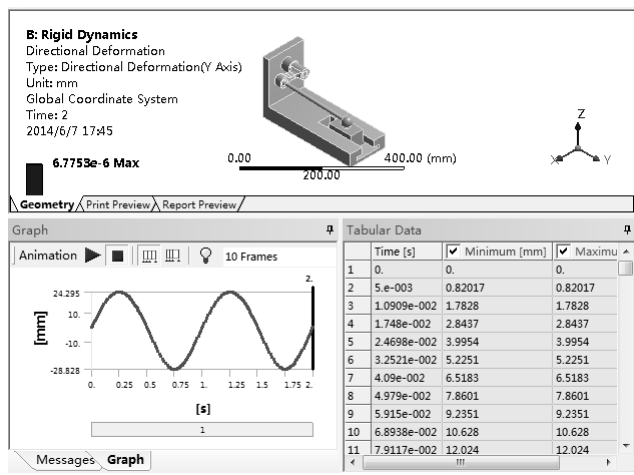

图 10-33 位移结果图和数据表
2) 位移结果。在【Outline(分析树)】中选择【Solution (B6)】节点，单击其下的【Directional Deformation】项  Directional Deformation，在图形窗口显示位移结果，如图 10-33 所示。